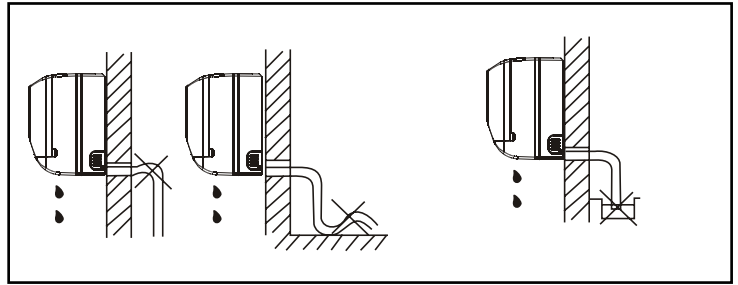

fig.3
2. Ne pas plier ni tordre le tuyau d'évacuation pour éviter qu'il ne s'engorge; ne pas immerger l'extrémité du tuyau (fig. 3).